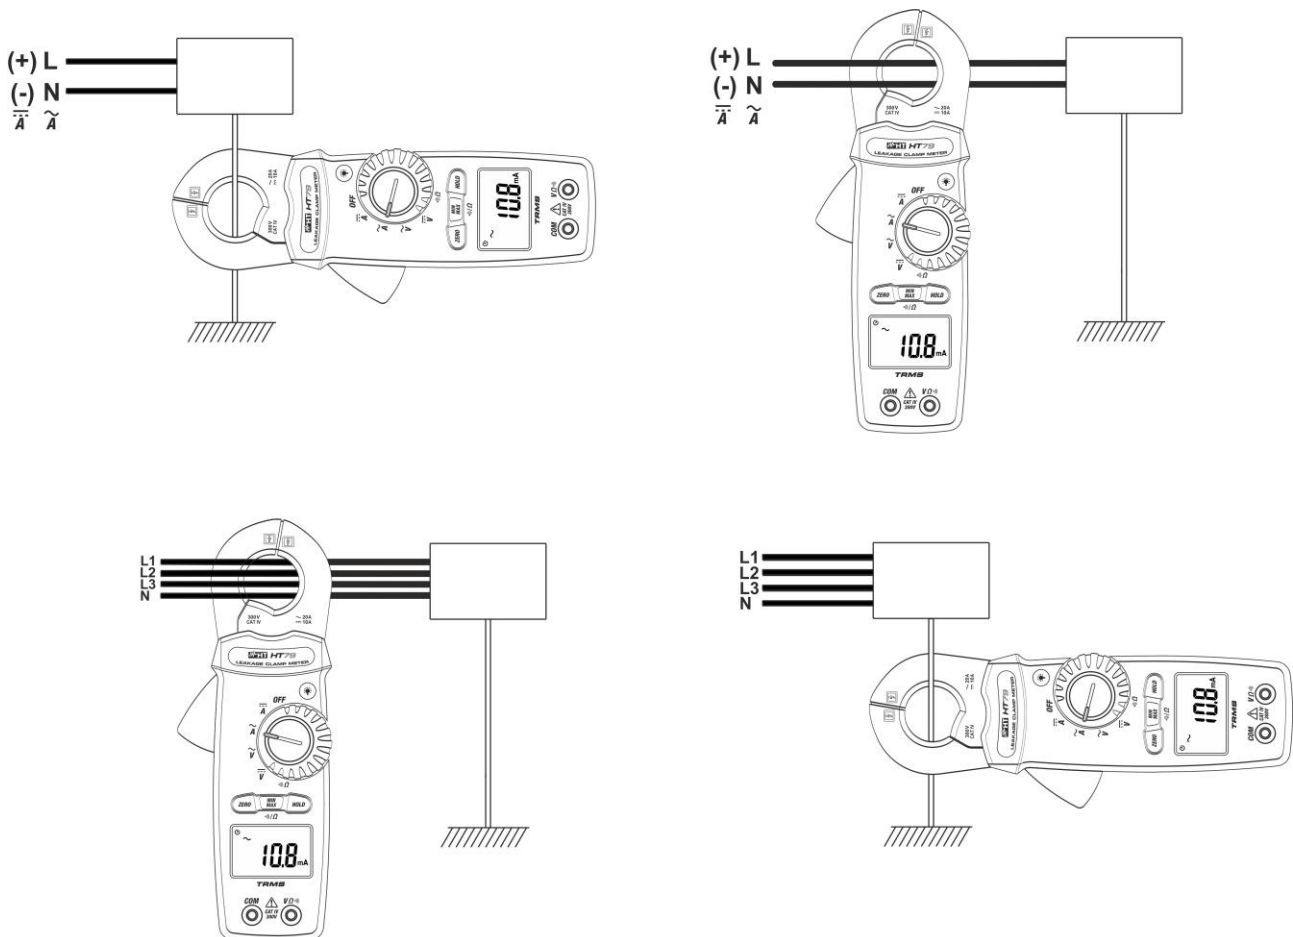

Fig. 10: Uso dello strumento per misura Corrente di dispersione AC o DC
3. Aprire il toroide e collegare lo strumento come mostrato nella Fig. 10 per sistemi DC o sistemi AC Monofase/Trifase 4-fili. Il valore della corrente di dispersione è mostrato a display